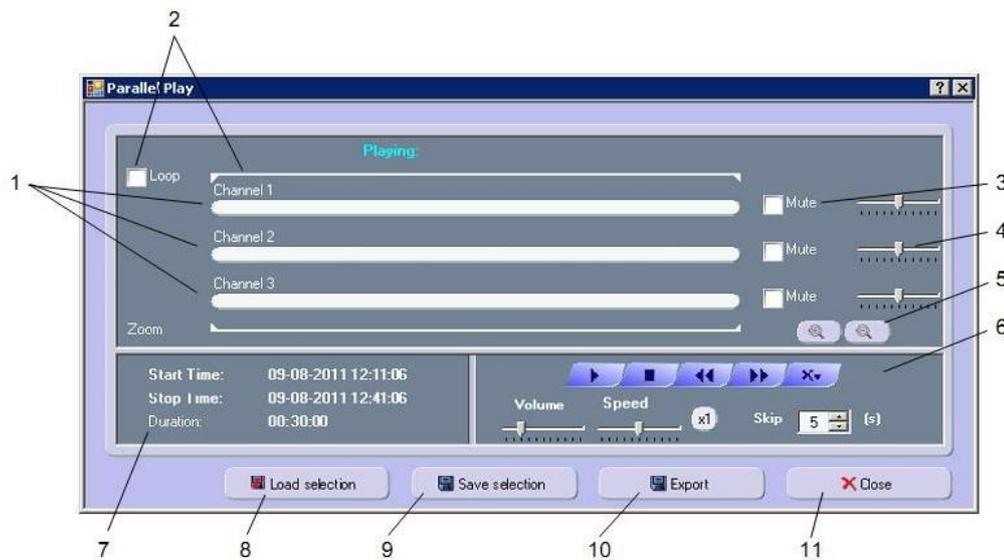

Figure 3- 7：多頻道播放
- 多頻道播放可在 VC-MDx 錄音機本身或通過 LAN 在播放和監控工作站上執行。為了編寫呼叫情節(call scenario)，使用者選擇開始和停止的時間/日期(最多 16 個頻道)。可以提取部分內容、載入和重新載入呼叫情節(call scenarios)以及匯出，功能畫面如 Figure 3- 77。